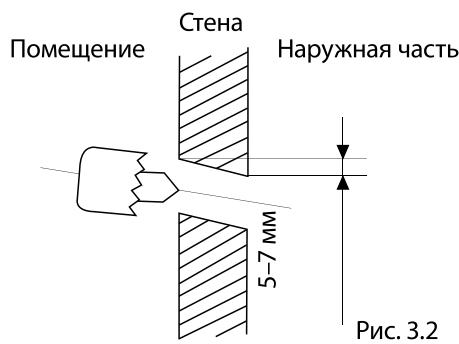

Рис. 3.2
2. С помощью трубчатого сверла просверлите в стене отверстие диаметром 65 мм. Отверстие следует просверлить с небольшим наклоном вниз, чтобы наружный край отверстия был ниже внутреннего края приблизительно на 5–7 мм. Это обеспечит свободный слив конденсата (см. рис. 3.2).